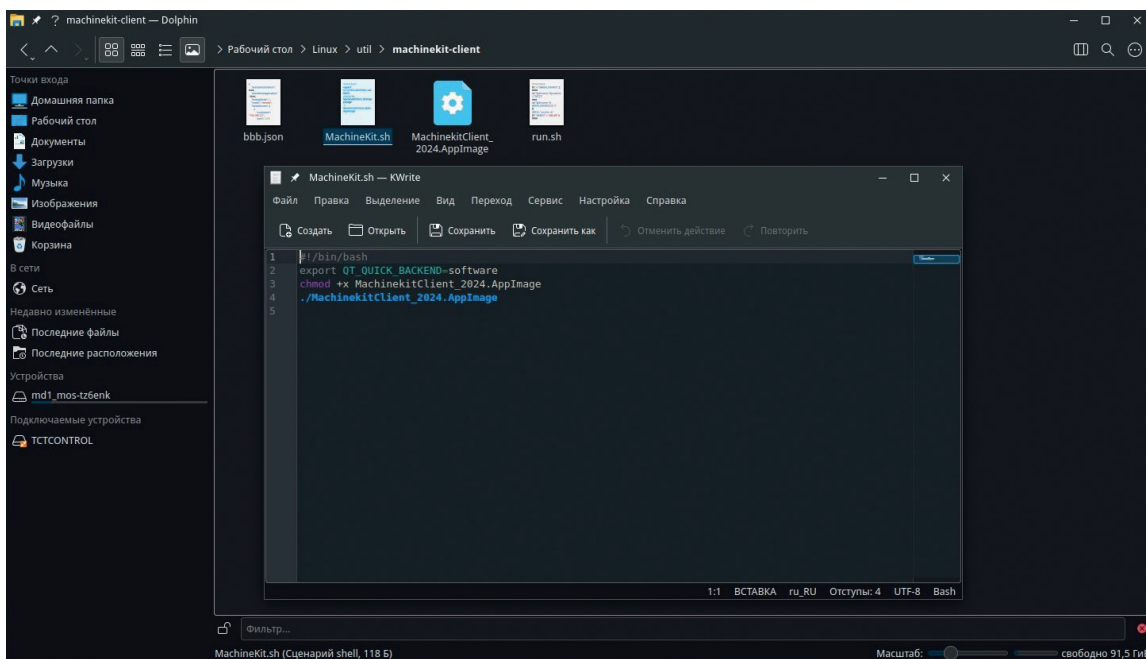

Рис. 9
- Откройте файл **MachineKit.sh** и пропишите следующую команду (рис. 9):